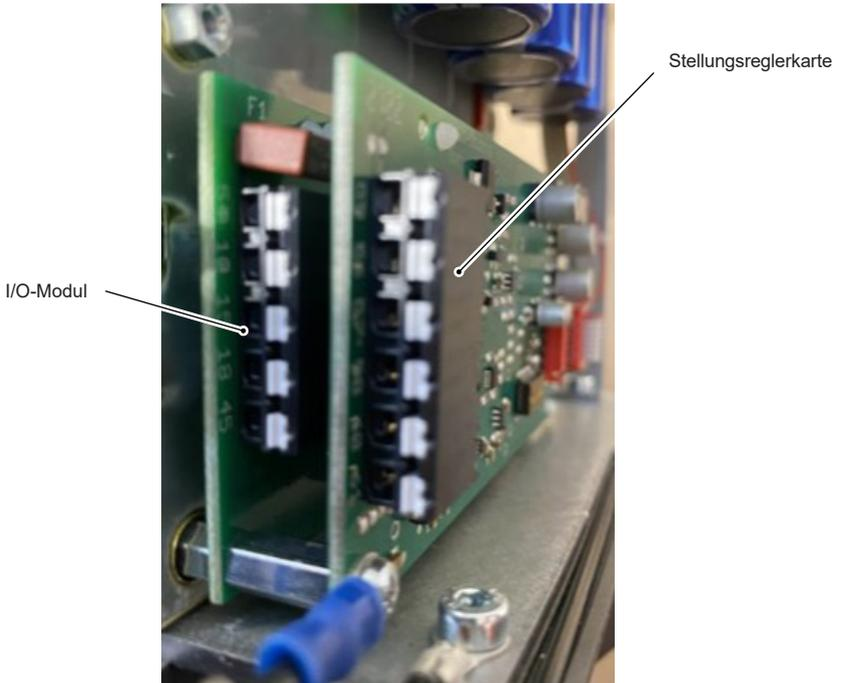

Abb. 5 Ausrichtung der Stellungsreglerkarte
- Richten Sie die Stellungsreglerkarte vorsichtig auf den Abstandshaltern aus, wie in Abbildung 5 gezeigt, und drücken Sie sie vorsichtig nach unten, bis Sie spüren, dass die Karte auf den Abstandshaltern mit Kunststoffwiderhaken einrastet.
- Schließen Sie den Kabelbaum wie in Abbildung 5 gezeigt an (Hinweis: Auf dem Kabelbaum befindet sich eine Nase, um die korrekte Ausrichtung zu gewährleisten; diese befindet sich auf der gleichen Seite wie die rote Markierung am Kabel).